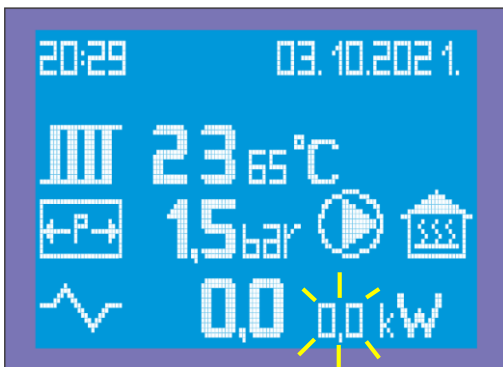

Bild 17
- 3b - Bestätigen Sie die EINGESTELLTE TEMP. Wert mit der Taste "OK", dies ist auch Wechsel in die Einstellungen SET POWER. Der Wert von SET POWER "0,0kW" beginnt zu blinken (Bild 17).